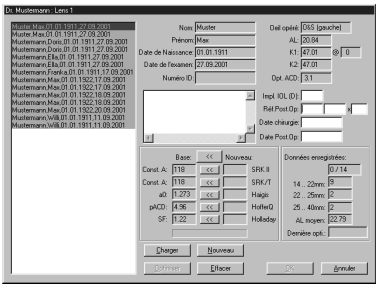

Fig. 33 Des enregistrements de données repris pour l'optimisation
- Si tous les enregistrements de données souhaités se trouvent dans le tableau de gauche, appuyez sur **OK** pour revenir au champ d'optimisation (Fig. 33).